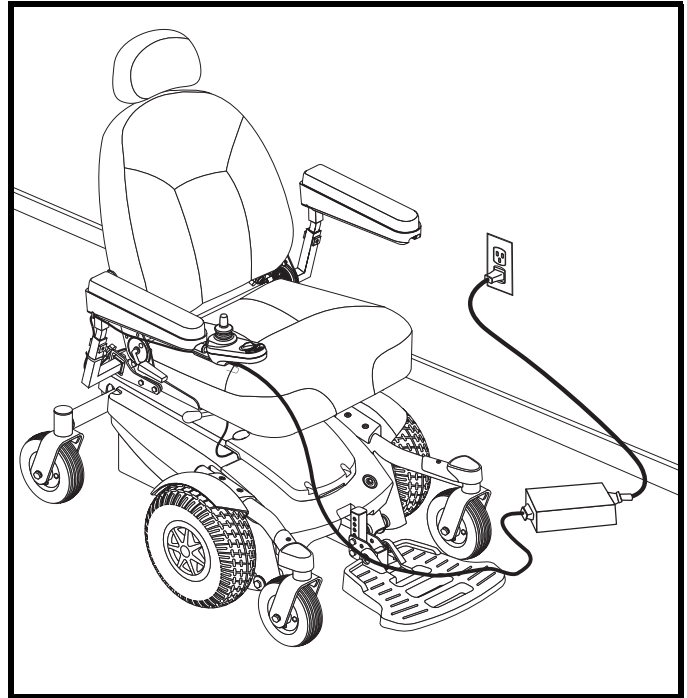

Figure 26. Recharge des batteries (Select 6 montré)
3. Branchez le connecteur à 3-fiches du câble du chargeur externe dans le réceptacle de programmation/chargeur sur le contrôleur. **Voir la figure 26.**